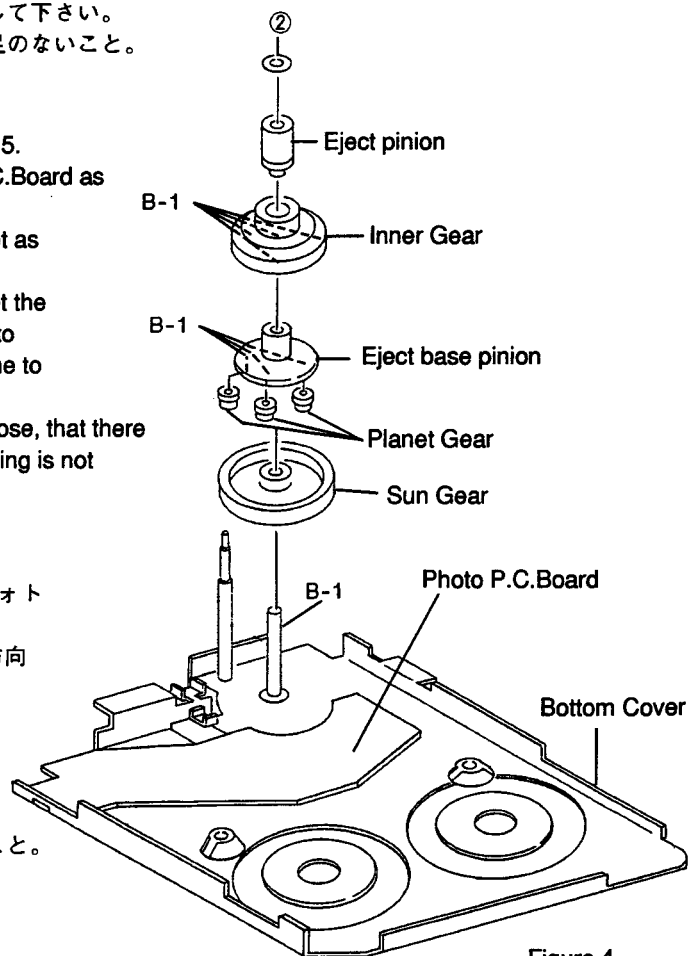

Figure 4
- (1) Remove M1.2 lock washer ② as shown in Figure 4.
- (2) Pull the eject pinion out of the inner gear and remove the inner gear, eject base pinion and sun gear as shown in Figure 4.
- (3) Turn the eject base pinion, remove the three planet gear as shown in Figure 4.
- (1) ロックワッシャー② (M1.2) を外します。(図4参照)
- (2) イジェクトピニオンをインナーギアより引き抜き、インナーギア／イジェクトベースピニオン／サンギアの順に外します。(図4参照)
- (3) イジェクトベースピニオンを裏返しにしてプラネットギア (3個) を外します。(図4参照)